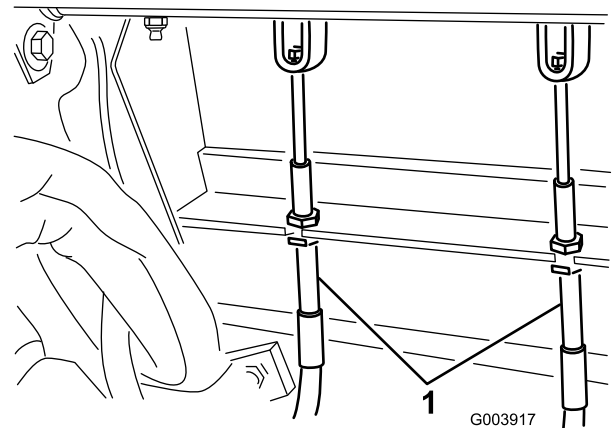

Figura 68
2. Para reduzir a folga dos pedais dos travões, aperte os travões desapertando a porca dianteira que se encontra na extremidade roscada do cabo dos travões (Figura 68).